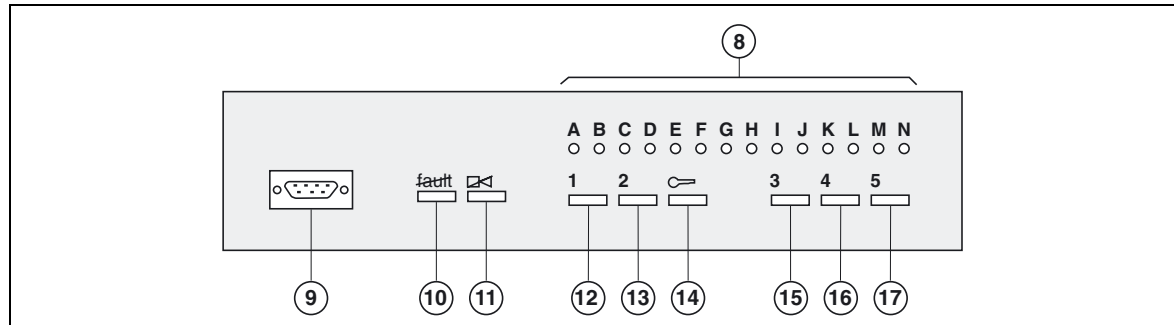

Abb. 24
- Tasten für spezielle Steuerbefehle (siehe Abb. 24).